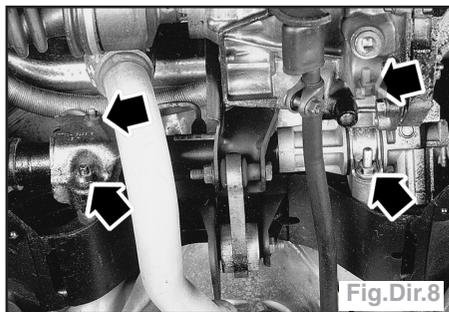

Fig.Dir.8
- Déposer les vis de fixation du boîtier de direction sur le berceau (Fig.Dir.8).
- (A) Sans coussin gonflable
- (B) Avec coussin gonflable
- (C) Sans Assistance
- (D) Avec assistance.
- (1) Volant
- (2) Cache
- (3) Contacteur d'avertisseur sonore